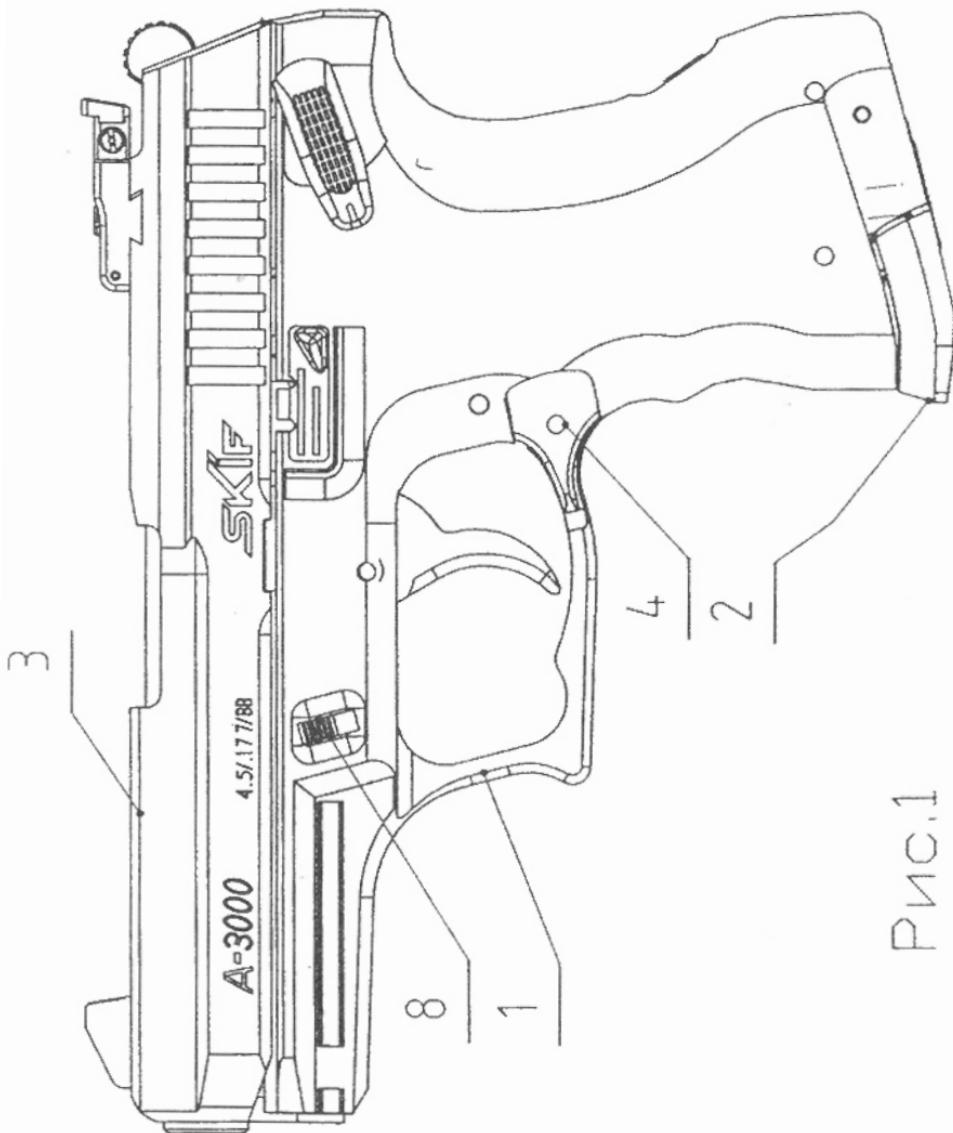

Рис.1
1. Взвести курок поз. 11 и надеть коробку поз.3 на корпус поз.1, установив стержень поз.9 и пружину поз.10 (см. рис.1 и рис.2).
2. Поднять кнопки поз.7 и поз.8 (см рис.1 и рис.4) в верхнее положение. При этом положении кнопок при перемещении коробки в крайнее заднее положение она не должна сниматься.